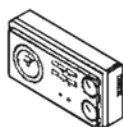

Fig. 4.2
- установите регулятор комнатной температуры на требуемую температуру ($\sim 20^{\circ}\text{C}$), либо, если в системе установлен программируемый таймер или система терморегулирования, убедитесь в том, что она «активирована» и установлена ($\sim 20^{\circ}\text{C}$) (рис. 4.2)